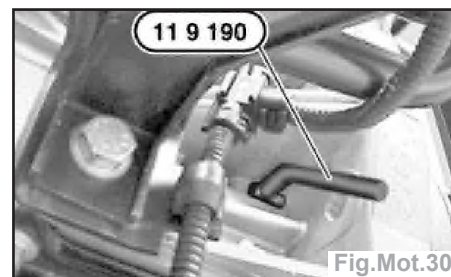

Fig.Mot.30
- Faire tourner le moteur en agissant sur la vis centrale et bloquer le volant au PMH du 1^{er} cylindre au moyen de l'outil spécial 11 9 190 (Fig.Mot.30).